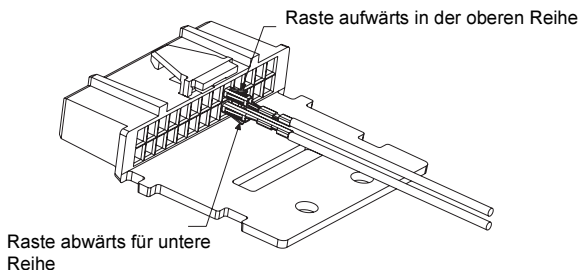

Abb. 3. Terminalausrichtung
3. Stecken Sie den Kabeldraht mit Kontaktstift in den Pin Nr. 23 des Zubehöranschlusses wie in *Abb. 3* dargestellt.